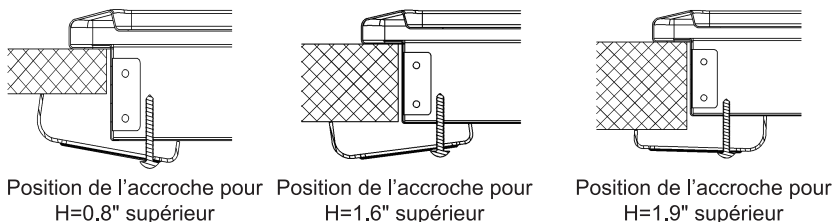

Fig.11
- f. Les accessoires de fixation (accroches, vis) sont fournis pour placer la plaque de cuisson sur le plan de travail. Le plan de travail mesure entre 0.8" à 1.9" d'épaisseur (Fig.11).